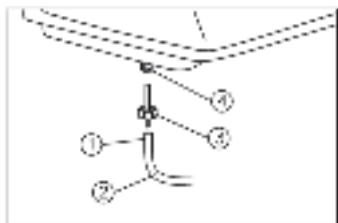

Рис. 26
2. Разожмите и передвиньте хомут топливной трубки (поз. 1, рис. 26) вниз;
3. Снимите топливную трубку (поз. 2, рис. 26);
4. Открутите топливный фильтр (поз. 3, рис. 26);
6. После очистки накрутите фильтр на штуцер топливного бака (поз. 4, рис. 26), затем соберите топливопровод в обратной последовательности.